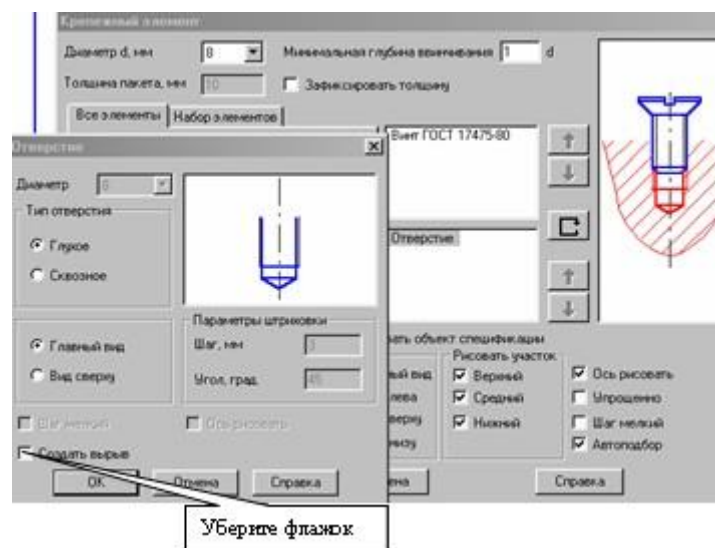
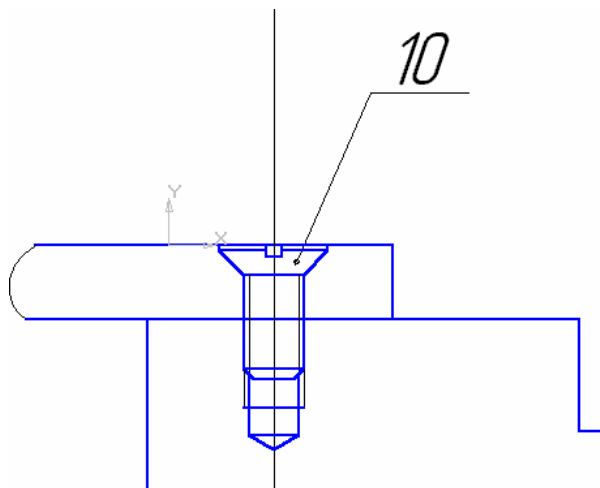

Рис. 14
Рис. 15
13. Активизируйте **Создать объект спецификации**. Дважды щелкните на слове **Отверстие** в правом нижнем окне. Отключите **Создать вырыв**, рис. 14. Появится фантом винтового соединения. Поставьте пакет винтового соединения в заданное положение по базовой точке и зафиксируйте положение винтового соединения, рис.15. Проставьте номер позиции.